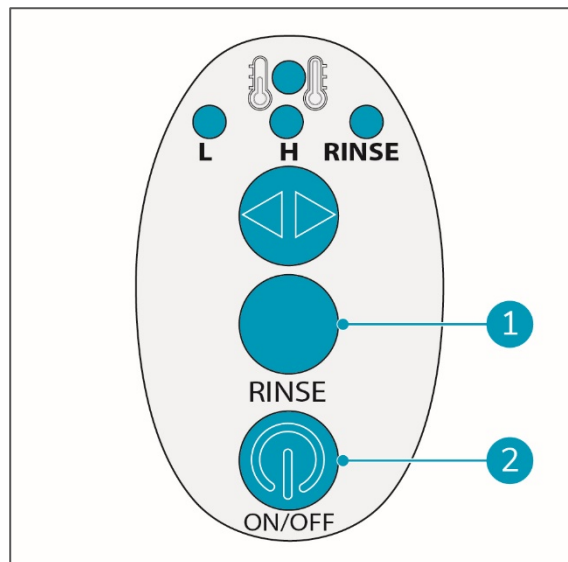

Abbildung 22
5. Drücken Sie die ON/OFF-Taste (Abb. 22, Pos. 2) auf dem Bedienfeld am Griff.
6. Drücken Sie die RINSE-Taste (Abb. 22, Pos. 1).
9. Drücken Sie die ON/OFF-Taste (Abb. 22, Pos. 2) auf dem Bedienfeld am sGriff.